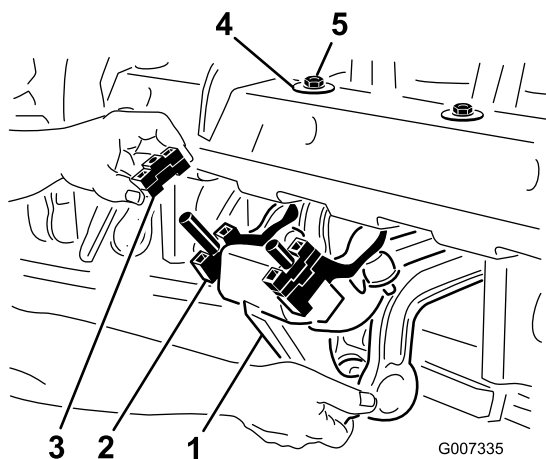

Bild 26
1. Entfernen Sie die zwei Sicherungsmuttern ($\frac{1}{2}$ "), mit denen der RotaLink-Stoßdämpfer an der Unterseite des Aerifizierkopfrahmens befestigt ist (Bild 26).
2. Senken Sie den Stoßdämpfer ab, um die Distanzstücke frei zu legen (Bild 26).
4. Montieren Sie den Stoßdämpfer wieder am Aerifizierkopffahmen. Achten Sie darauf, dass die D-Scheibe gegen den Aerifizierkopffahmen eingebaut ist, siehe Bild 26. Befestigen Sie die zwei Sicherungsmuttern.